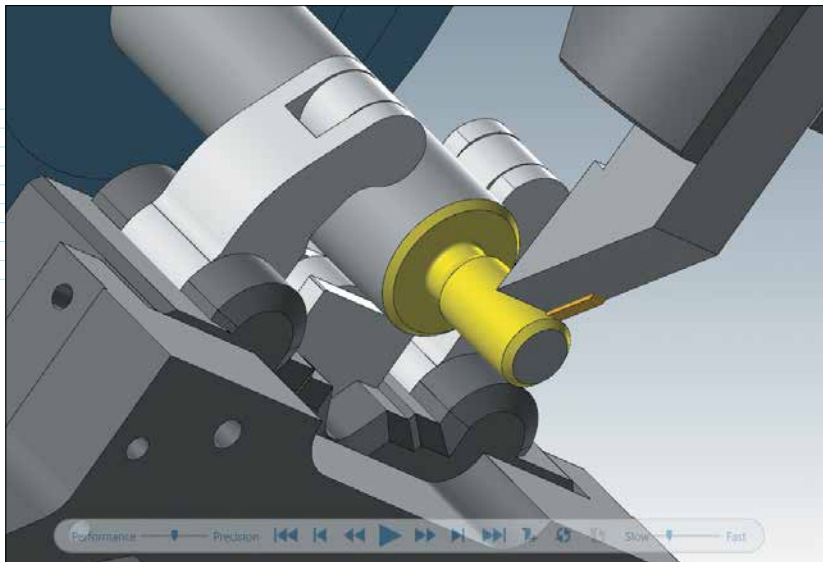

Рис. 15. Симуляция работы станка с поддержкой лонетом
- Все операции и движения лонета в режиме поддержки, включая движения поршней и рычагов, можно полностью симулировать на экране. Границу, используемую для проверки на столкновения, можно определить и настроить, включать или выключать её индивидуально для каждой операции поддержки (рис. 15).